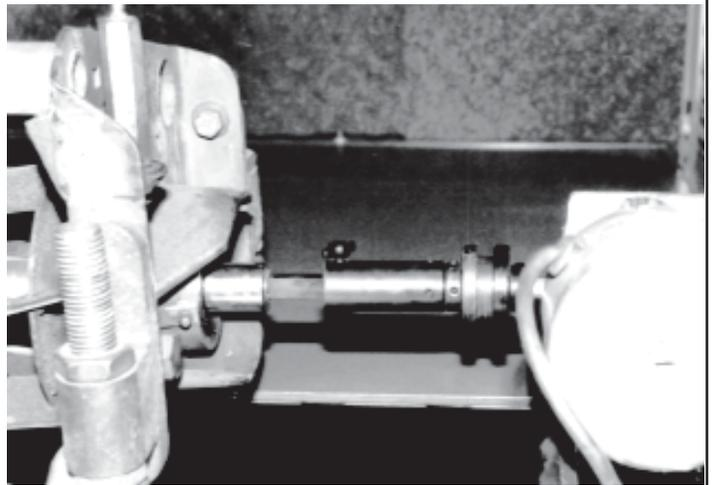

ABB. 22
Die Drehantriebseinheit wird am Ende der Spindelwelle oder an einer Antriebssystemkomponente befestigt. Wenden Sie sich für Informationen zur ordnungsgemäßen Positionierung des Drehantriebs und zur Befestigung an den Hersteller der Schneideinheit. Legen Sie fest, auf welcher Seite der Drehantrieb montiert werden soll. In der Regel ist dies die Seite, die für die Antriebssystemkomponente zum Läppen verwendet wird. Siehe ABB. 22.
3. Positionieren Sie die entsprechende 1/2"-Steckschlüsselbuchse bzw. den entsprechenden Adapter auf der Spindeltriebsmutter und stecken Sie dann die Vierkantantriebswelle in die Buchse. Schieben Sie die Adapterhülse über die Antriebswelle und setzen Sie die Adapterbaugruppe für die Antriebskupplung ein. Positionieren Sie schlussendlich die Gummikupplung auf dem Antriebskupplungsadapter. Siehe ABB. 22.